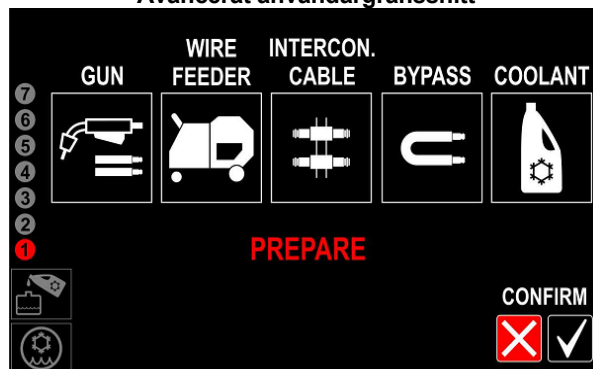
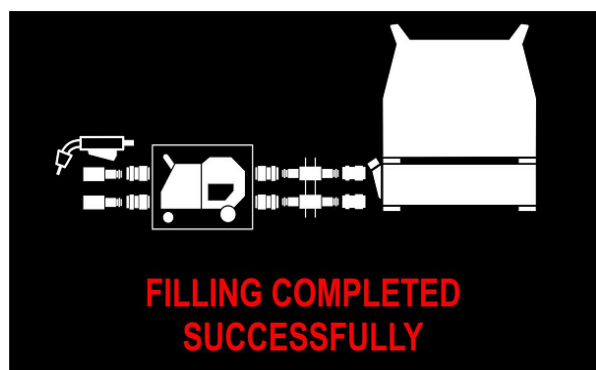

Bild 14
Bild 21
- När **COOL ARC® 60** ansluts för första gången, startar svetskällan automatiskt påfyllningen (bild 14 eller 22). Ta bort locket på behållaren för att undvika att det bildas ett partiellt vakuum.
- Om påfyllningsprocessen lyckats (bild 21 eller 29), försätts kylaren i läge AUTO.
Börja med att följa bild 30 och 31 och upprepa därefter stegen i bild 14 eller 22 till bild 21 eller 29.